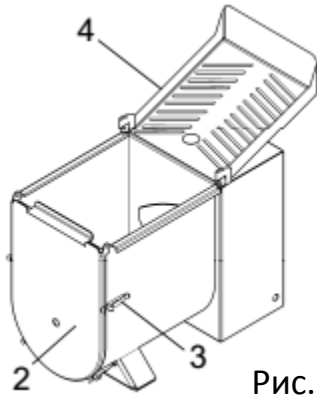

Рис. 6.4.2
- После установки лопасти опустить переднюю крышку поз. 2 (рис. 6.4.2) и зафиксировать ее защелками поз. 3 (рис. 6.4.2).
- Опустить защитную решетку поз. 4 (рис. 6.4.2).